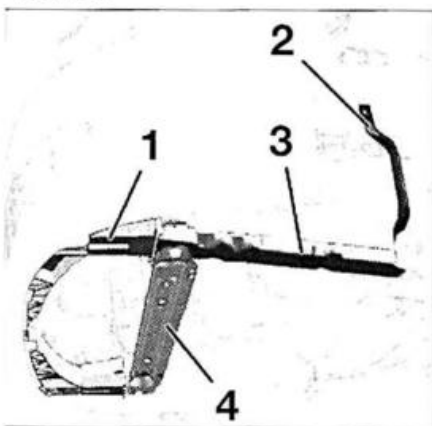

FIG. 1
- Desmontar (fig. 1):
- el potro (1)
- el travesaño de radiador (4)
- la prolongación de cuna delantera (3)
- la bieleta (2)